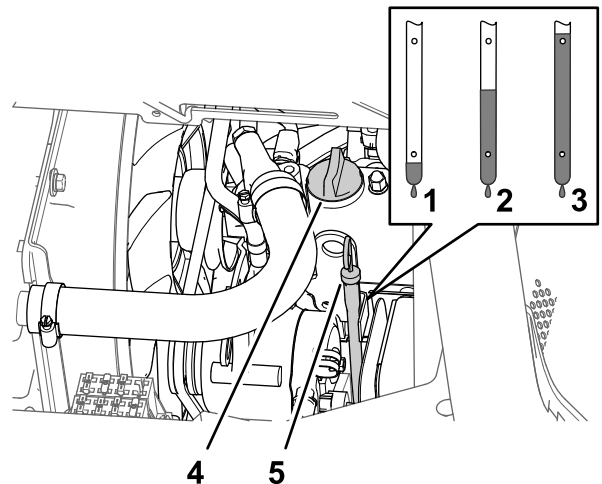

図 80
5. エンジンバルブカバー(図 80)からオイル補給口のキャップを取り、所要量の約 80% のオイルを入れる。
6. ディップスティックの目盛りで油量を点検する(図 80)。
7. ディップスティックの FULL マークに達するまで補給口から残りのオイルをゆっくりと補給する(図 80)。
8. 補給口にキャップとディップスティックを取り付ける(図 80)。